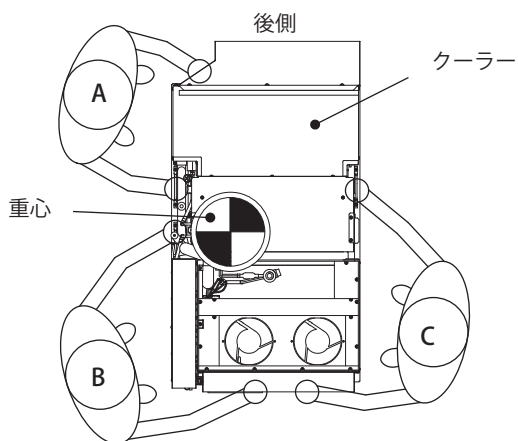

図14
- ・クーラー運搬、取付作業を行う際は、必ず3人以上で作業してください。けがの原因になります(図14)。